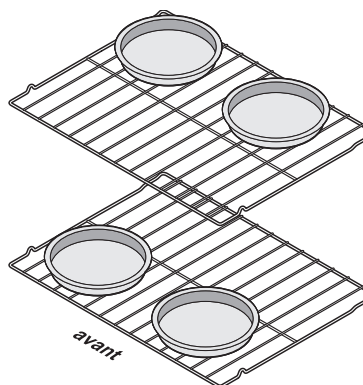

Figure 24 : Agencement des plats de cuisson pour obtenir les meilleurs résultats
- Pour de meilleurs résultats lors de la cuisson des gâteaux sur deux grilles voir à les placer en position 3 et 5 et disposer les plats comme indiqué dans Figure 24.